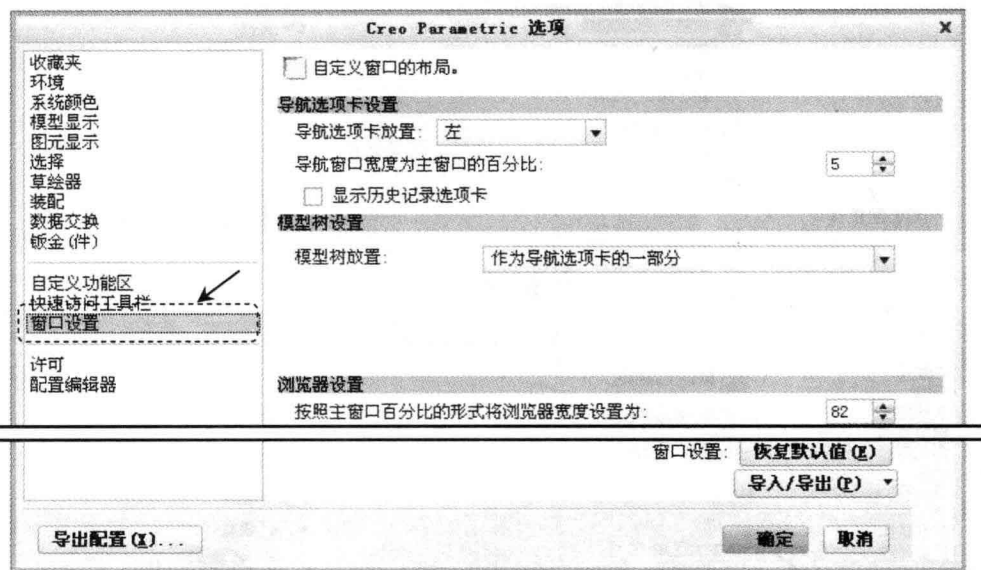

图 1.6.1 “窗口设置” 界面
Step2. 窗口设置。在 “Creo Parametric 选项” 对话框中单击 **窗口设置** 区域, 即可进入软件窗口设置界面。在此界面中可以进行导航选项卡的设置、模型树的设置、浏览器设置、辅助窗口设置以及图形工具栏设置等, 如图 1.6.1 所示。